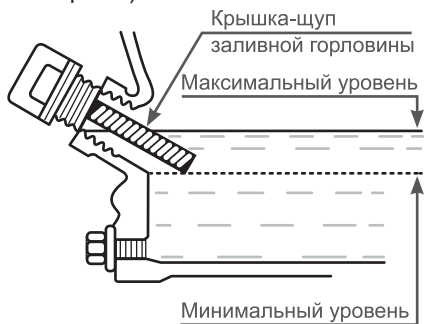

Рис.4 Уровень масла в картере
3. Аккуратно вытащите щуп и осмотрите его. Уровень масла должен соответствовать верхней отметке на щупе. При недостаточном уровне масла в картере (Рис. 4) необходимо долить чистое масло до верхней отметки на щупе (что соответствует нижней кромке заливного отверстия).
Максимальный уровень масла в картере соответствует нижней кромке маслосливной горловины (Рис. 4).